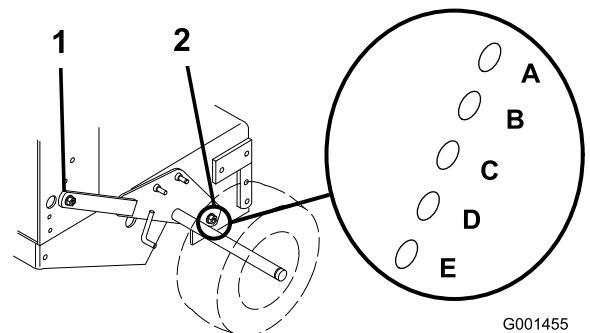

Figura 16
3. Afloje, pero no retire, los 2 pernos de pivote del eje y los 2 pernos de ajuste del eje (Figura 16).
4. Coloque un gato debajo del bastidor del motor, en el centro de la parte trasera. Eleve el extremo trasero del bastidor del motor lo suficiente para poder retirar los 2 pernos delanteros de ajuste del eje (Figura 16).
5. Eleve o baje el bastidor del motor con el gato para poder instalar los 2 pernos de ajuste delanteros del eje en los taladros deseados (Figura 16).